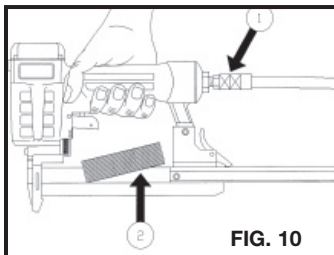

FIG. 10
17. **Conecte a ferramenta ao suprimento de ar antes de carregar os prendedores para evitar que um prendedor seja disparado durante a conexão.** O mecanismo ativador da ferramenta poderá girar quando a ferramenta for conectada ao suprimento de ar. Fig. 10.